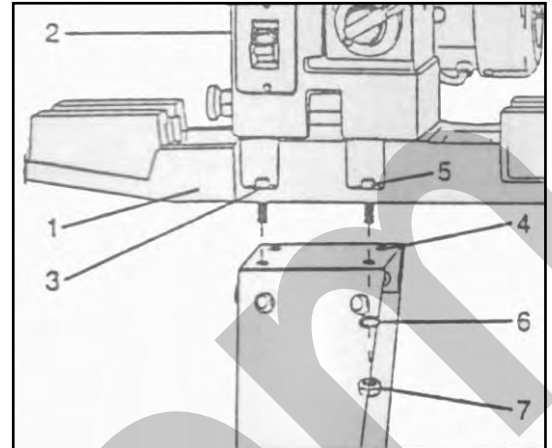

Figura 15 – Fissaggio sulla base.
**Fissare il corpo della macchina come mostrato in Figura 15:**